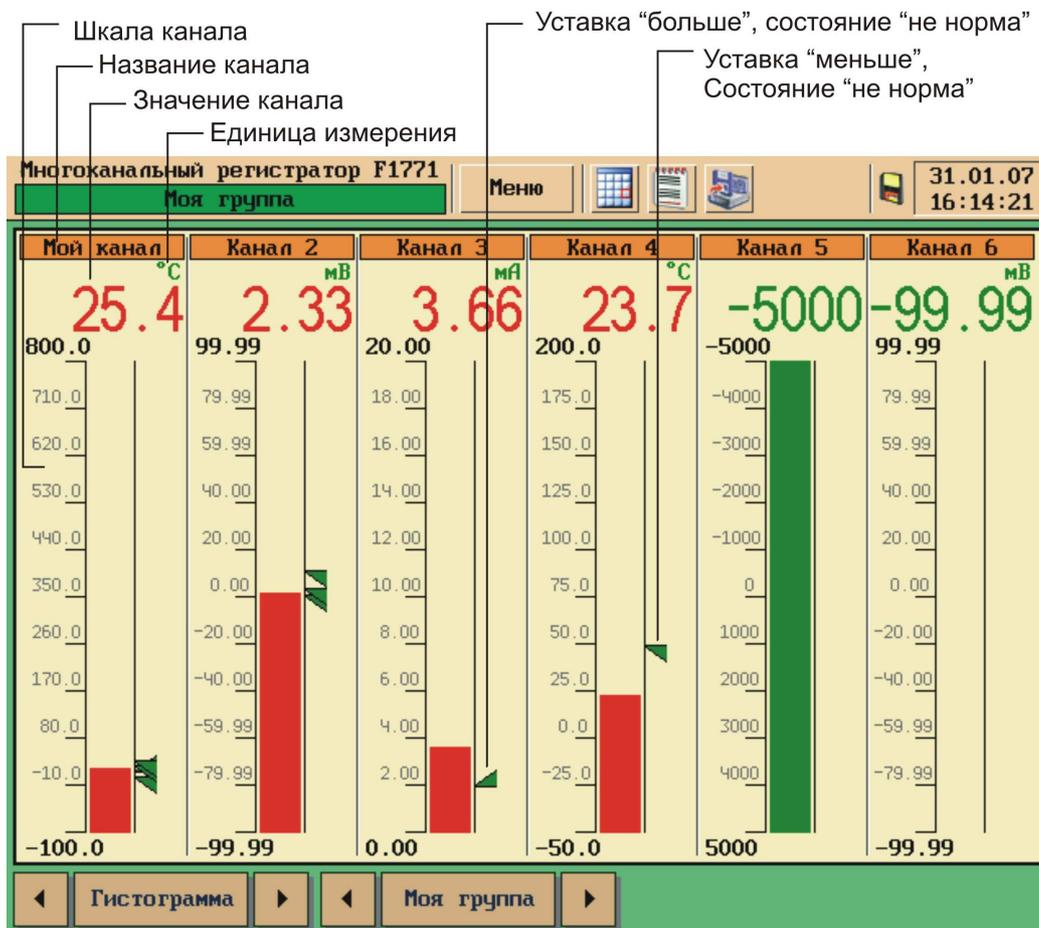

Рисунок 6
- Столбиковые диаграммы для группы каналов (см. рисунок 6);
Режим «Столбиковая диаграмма» отображает текущие значения группы каналов в виде столбиковых диаграмм и цифровых значений каналов, рисунок 6.